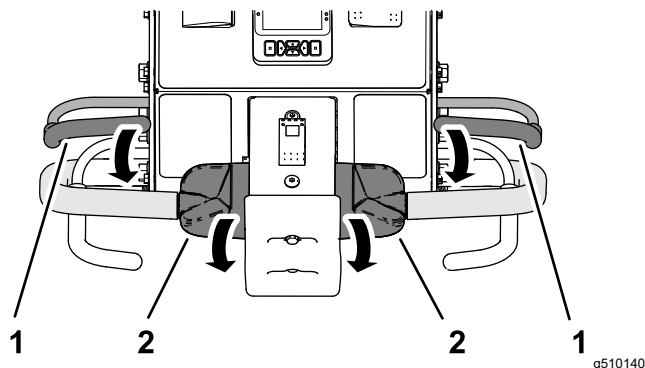

図 35
1. どちらかのオペレータベイルをハンドルバーと共に握り込み、走行コントロールの上部を前方に回転させる 図 35。